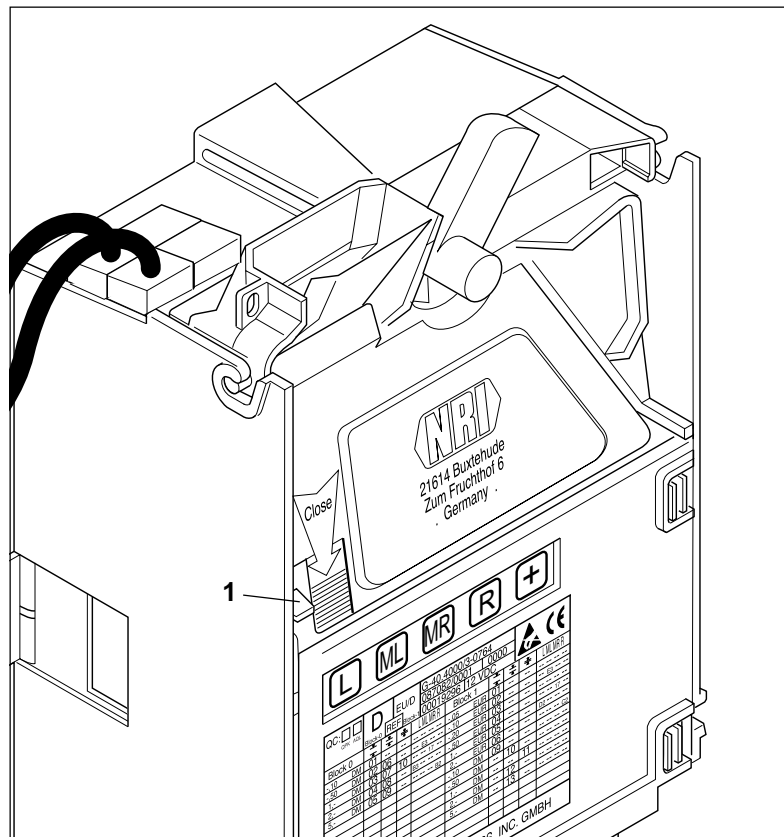

Abb. 11: Münzprüfer öffnen
- Hebel (1) nach oben drücken und Münzprüfer öffnen (Abb. 11)